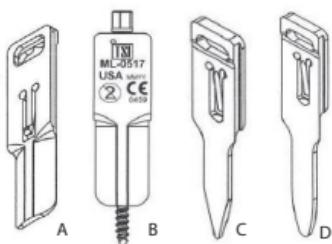

Figura 15
- I distanziatori possono essere utilizzati per ridurre al minimo lo scorrimento muscolare o per ancorare il divaricatore (Figura 15):
- Ancoraggio: distanziatore B, C o D della Figura 15
- Estensione della lama: distanziatore A della Figura 15 (usare con o senza filo di K)